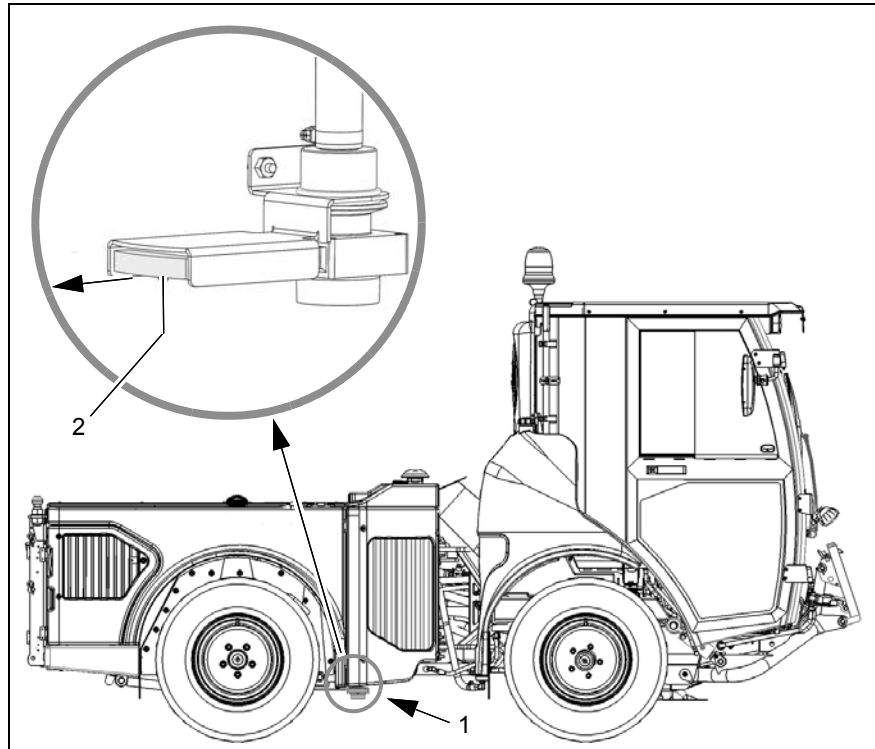

Abb.4
Das Ventil des Ablaufs befindet sich neben dem Radkasten (Abb. 4/1)
- Zum Öffnen den Griff (Abb. 4/2) des Ventils herausziehen